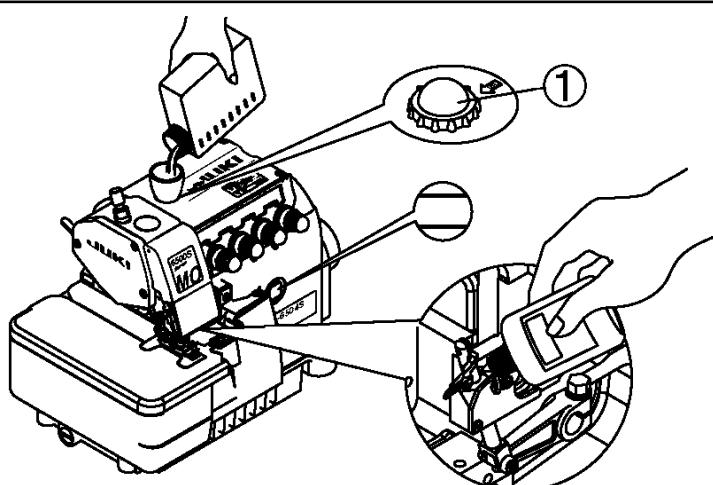

Рис. 15
1. Залейте смазочное масло (Рис. 15)